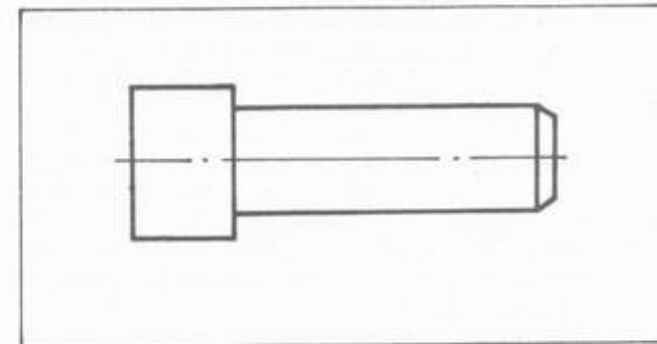

Рис. 10
26. Какие операции применяются для изготовления детали, показанной на рис. 10? А — подрезание торца, Б — отрезание, В — точение фаски, Г — подрезание уступа, Д — цилиндрическое точение, Е — растачивание, Ж — сверление. Ответ: А, Б, В, Г, Д.